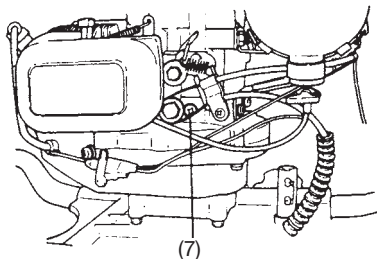

Fig. 12
- (2) Motorens hastighedsregulator skal smøres med # 30 W vægtolie (EP-lithium). Kapaciteten er 0,5 fl.oz (16 ml) og niveauet bør kontrolleres ved kontrolskruen efter 50 timers brug. (Fig. 12) Hold skruesiden opad, når kontrolskruen løsnes.